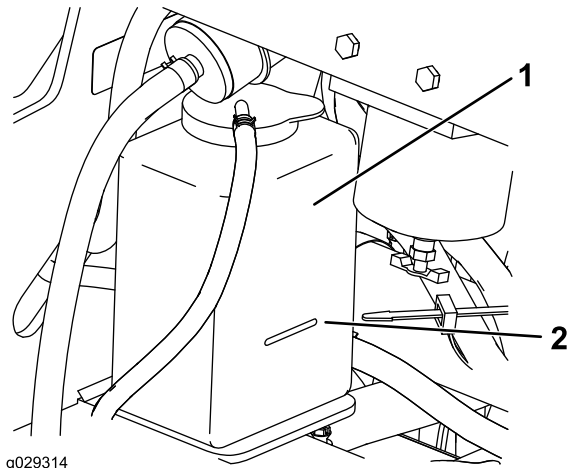

Figura 61
3. Compruebe el nivel de refrigerante del depósito de expansión (Figura 61).